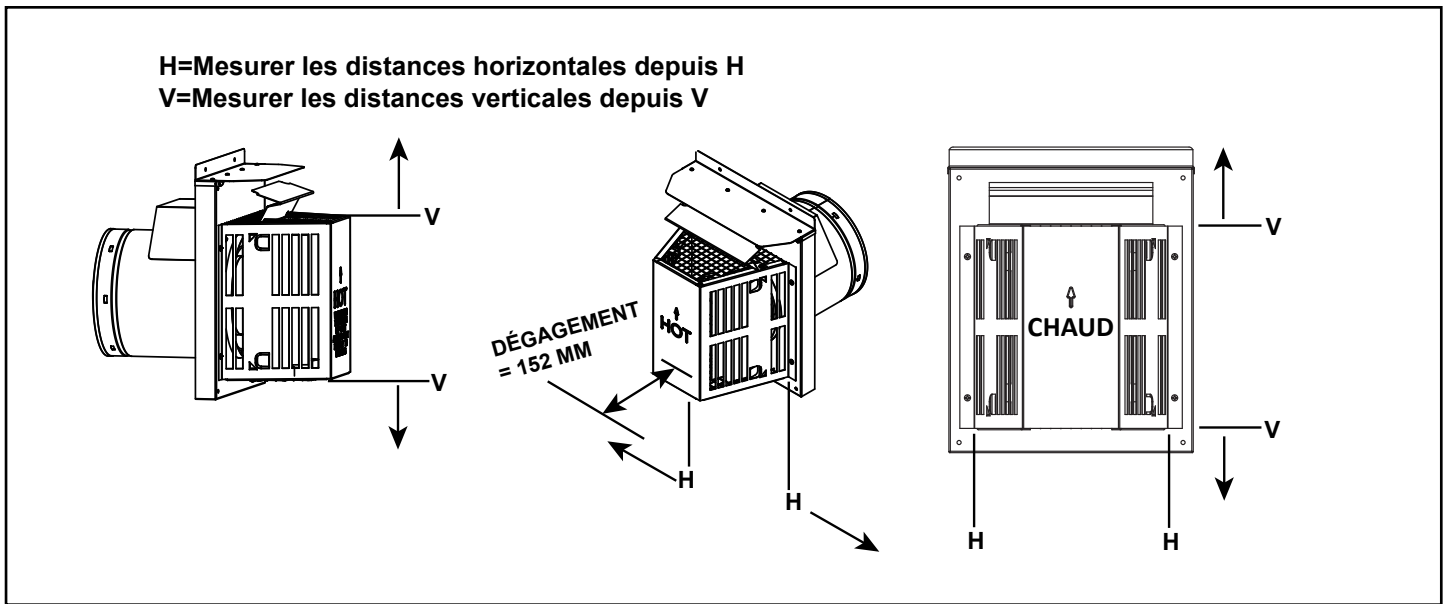

Figure 4.3
- Mesurez les dégagements des chapeaux des extrémités horizontales et verticales comme indiqué dans les figures 4.3 et 4.4.